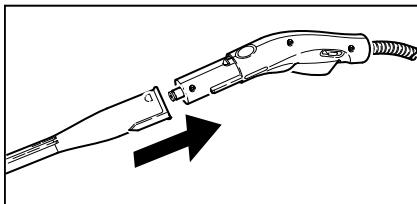

Figure 3
- Raccorder la buse manuelle (E1) au pistolet à vapeur (C1). Pour cela, brancher l'extrémité libre de l'accessoire sur le pistolet à vapeur, et l'enfoncer jusqu'à ce que la touche de déverrouillage (C2) du pistolet s'enclenche (voir Figure 3).